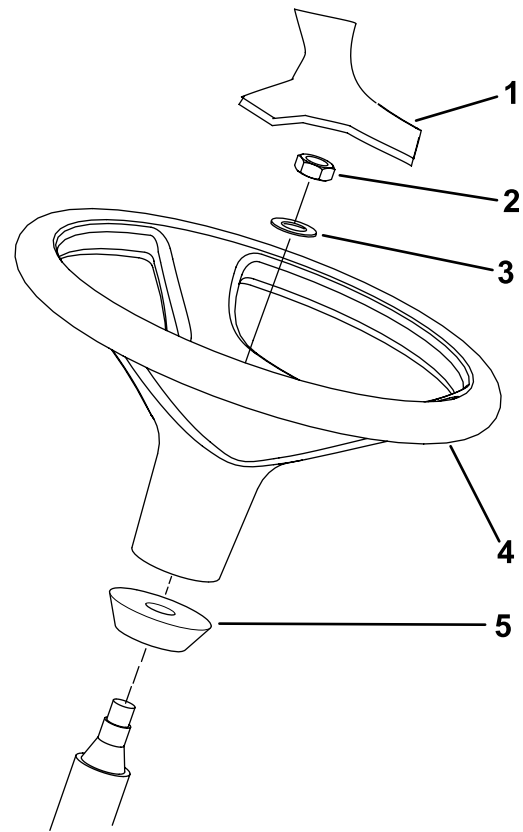

Figure 13
1. Déposez le volant du support d'expédition (Figure 13).
Remarque: Vérifiez que la bague en mousse reste bien sur l'arbre de direction (Figure 13).
3. Glissez le volant et la rondelle sur l'arbre de direction (Figure 13).
5. Posez le couvre-moyeu sur le volant (Figure 13)